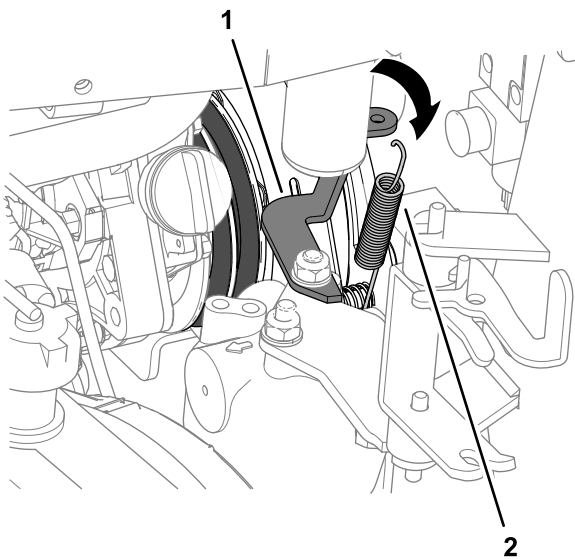

Bild 90
5. Haken Sie an der Kühlerseite die Dämpfungsfeder der Kupplung von der Federhalterung aus (Bild 90).
4. Haken Sie die Dämpfungsfeder der Kupplung zwischen der inneren Kupplungsplattenschraube und der Federhalterung ein, siehe Bild 90 in Entfernen der Zapfwellenriemen \(Seite 71\).